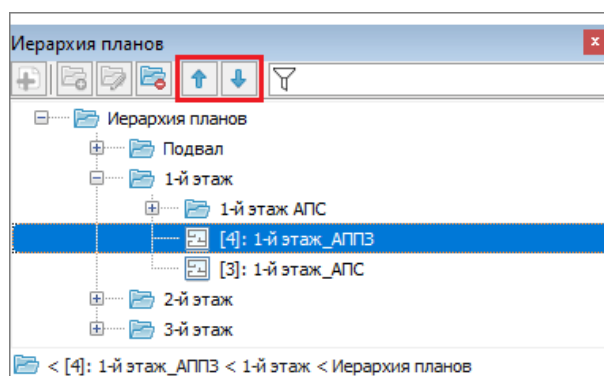

Рисунок 6-605 Перемещение плана кнопками панели инструментов иерархии планов
- либо выделите элемент, который необходимо переместить, и нажимайте кнопку  «Переместить вверх» или  «Переместить вниз» (см. Рисунок 6-605), пока элемент не будет перемещен в требуемое положение;